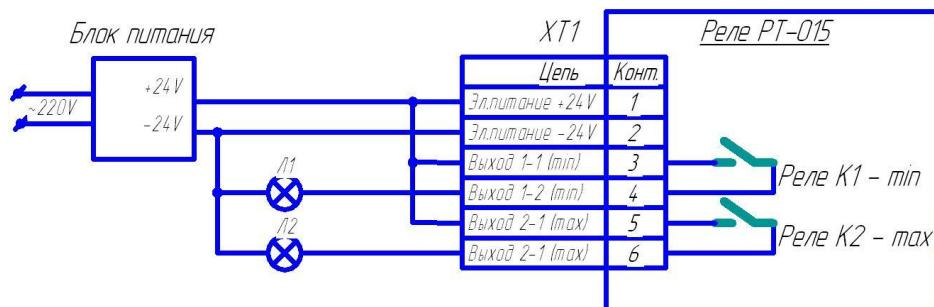

Рис. 4. Схема проверки работоспособности реле РТ-015.
- 9.3.1. Собрать рабочее место согласно рис. 4, снять крышку; отвинтив 4 винта и подключить контакты колодки XT1 реле согласно схеме проверки.